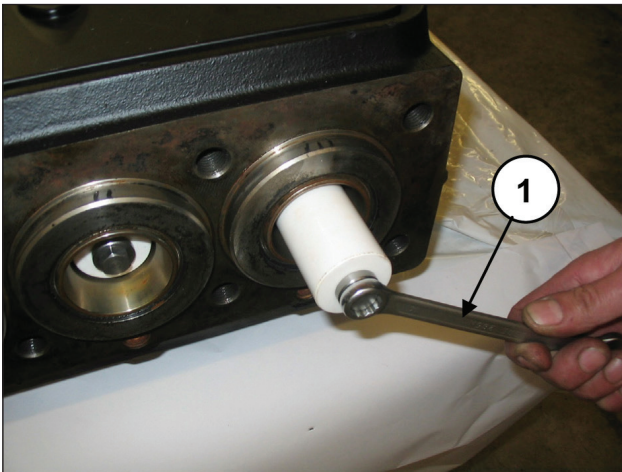

Fig. 156
Démonter les pistons en dévissant les vis de fixation (rep. ①, Fig. 156).